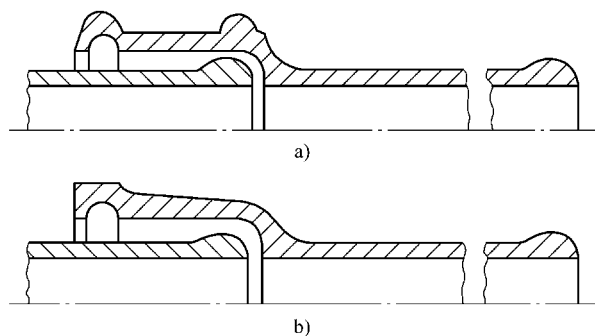

图 2-40 排水铸铁直管
1) 排水铸铁管材料为灰口铸铁，接口形式为承插式。按管承口部位的形状分为 A 型和 B 型，如图 2-40 所示。